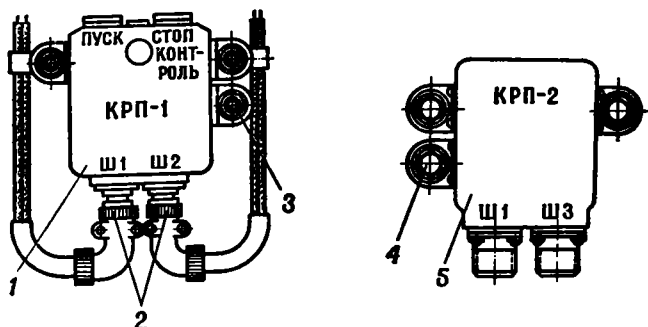

Рис. 63. Установка релейных коробок:
1. Вывернуть болты 3 (рис. 63) и снять релейную коробку 1.
1. Присоединить провода, завернуть и зашплинтовать накидные гайки 2 (рис. 63) штепсельных разъемов (см. технические условия).
2. Вывернуть болты 4 (рис. 63) крепления релейной коробки к кронштейну блока электронных усилителей и снять релейную коробку 5.